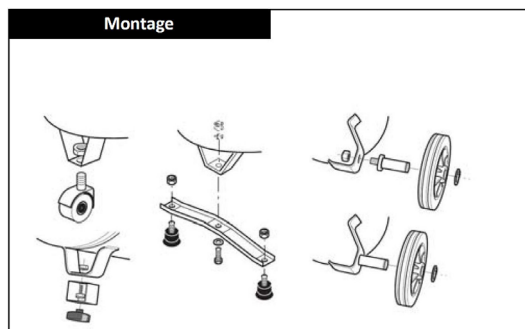

Abb. 5: Räder-Montage
Schritt 3: Montieren Sie gegebenenfalls zuerst die Räder und/oder Schwingungsschutz­elemente (Abb. 5).